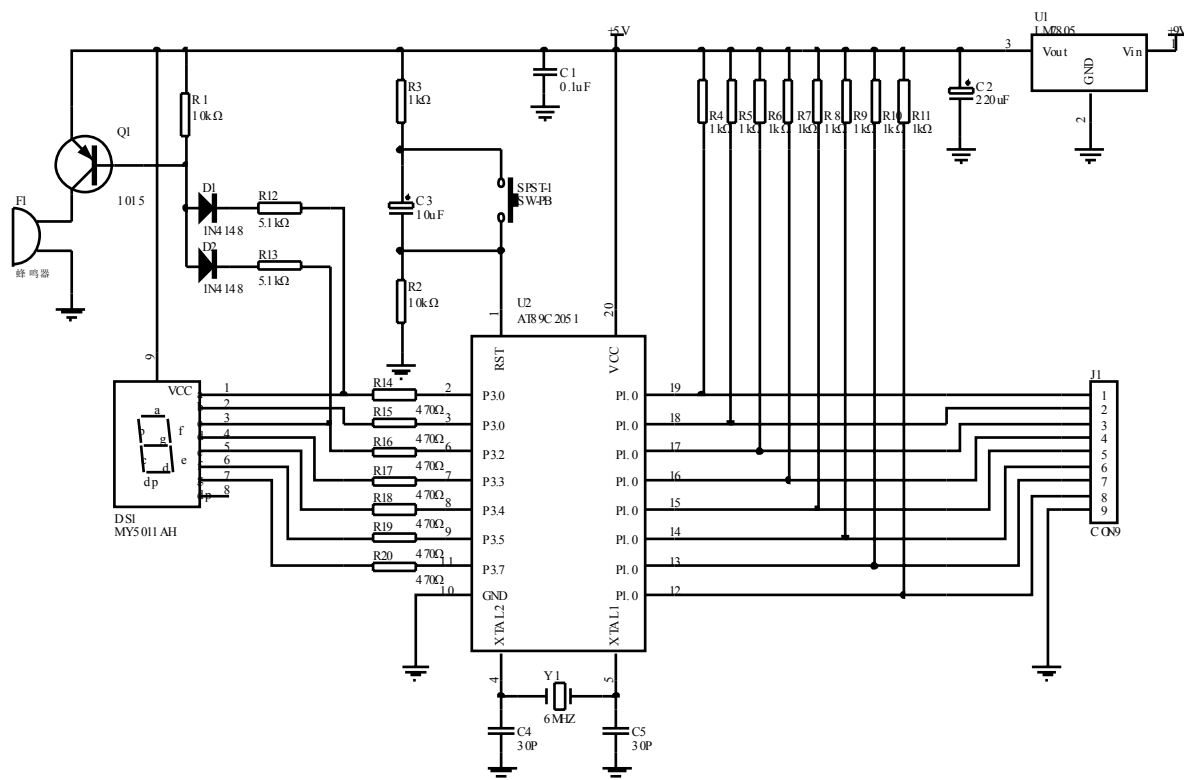

图6
1、制作电路图元件符号, 新建原理图元件库文件, 在库中绘制图 6 上的 U2 (1 分)
(1) 建立原理图文件, 并设置原理图图纸尺寸为 A4。(0.5 分)
(2) 根据图 6 原理图, 必须将自制的元件符号用于原理图中; 绘制清单详见表 2 (4.5 分)